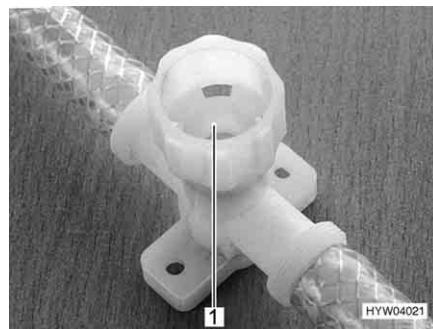

Fig. 144 Robinet de vidange pour Therme
- Fermer tous les robinets de vidange. Tourner les capuchons (Fig. 144,1) dans le sens des aiguilles d'une montre.
- Ouvrir tous les robinets de vidange du Therme. Tourner pour cela les capuchons (Fig. 144, 1) dans le sens inverse des aiguilles d'une montre.